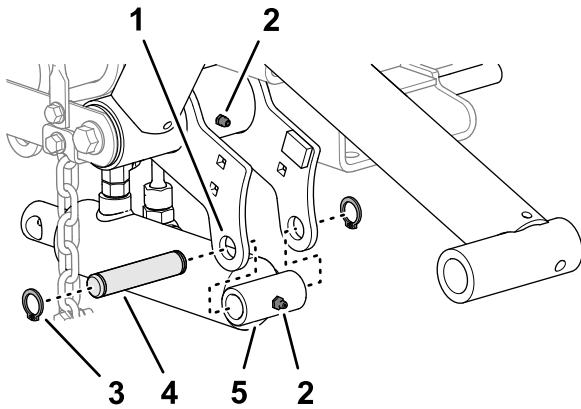

Bild 12
1. Richten Sie das Kappenende des Hubzylinders auf die Löcher in den linken Hubarmflanschen aus (Bild 12).
2. Montieren Sie den Zylinder mit dem Befestigungsstift und den beiden Sprengringen an den Flanschen (Bild 12).
3. Tragen Sie Lithiumfett Nr. 2 auf die Schmiernippel des Hubarms und des Hydraulikzylinders auf (Bild 12).